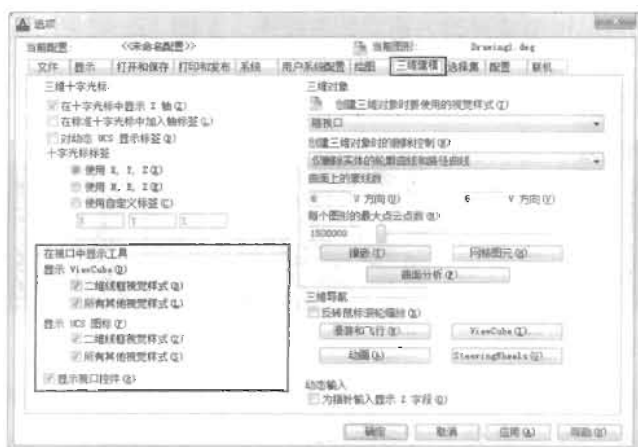

图 12-44
(1) 在命令提示符中输入 options, 然后按 Enter 键, 打开“选项”对话框。
(2) 在“选项”对话框中选择“三维建模”选项卡。
(3) 选中该复选框以在二维和三维模型空间的所有视口和图形中显示 ViewCube 工具, 如图 12-44 所示。